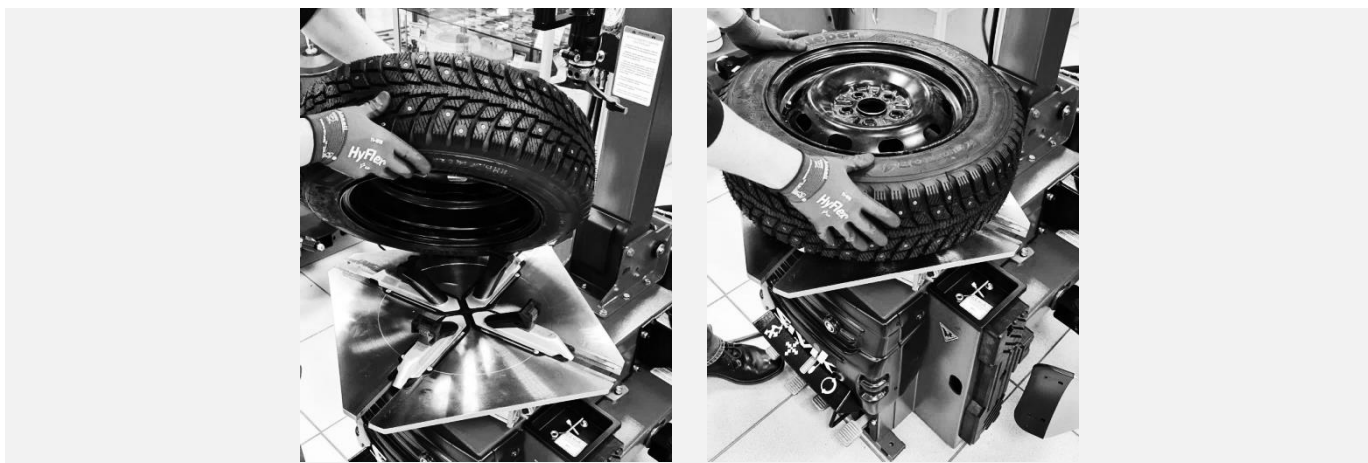

Рисунок 41
- Свести зажимные кулачки к центру поворотного стола, нажав педаль управления зажимными кулачками (см. Рисунок 41). Положить колесо на поворотный стол таким образом, чтобы все зажимные кулачки оказались внутри диска.